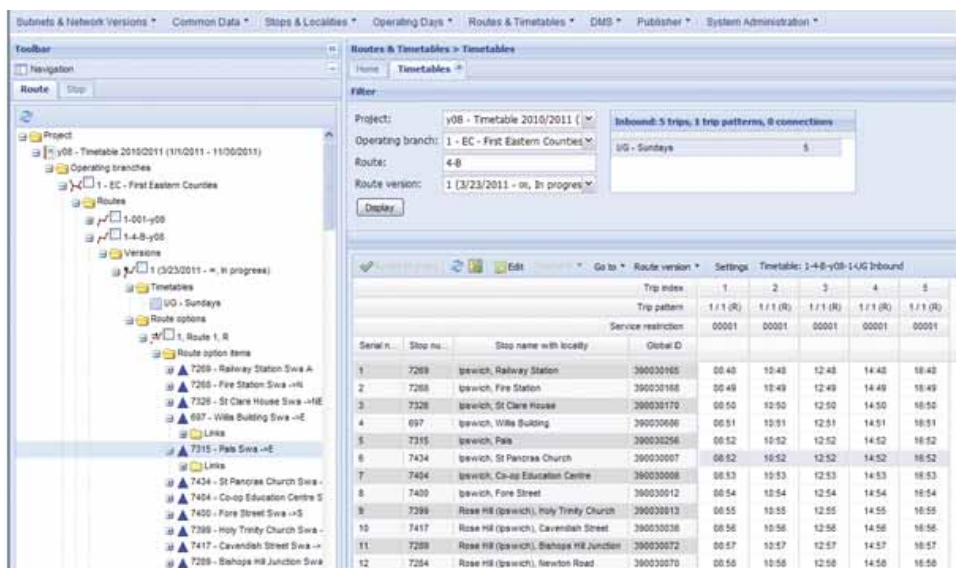

Abbildung 5: Fahrplan anlegen
- Fahrplan anlegen in DIVA Web Schedule (siehe Abb. 5)